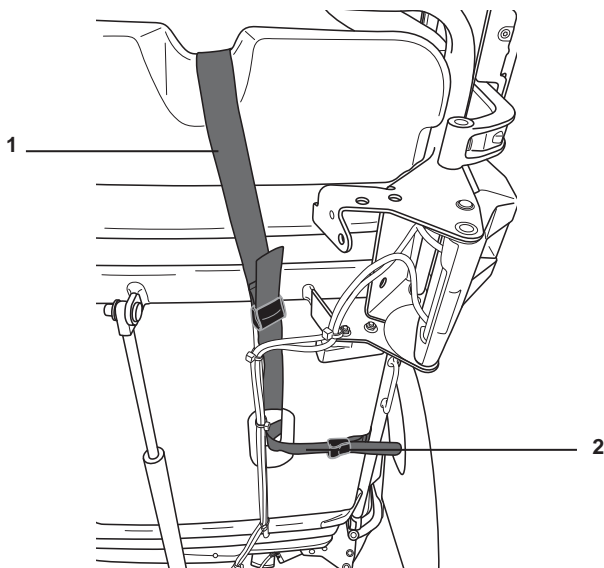

Figura 9: conexión de las correas del colchón a la sección articulada del armazón
7. Introduzca la correa 1 y la correa 2 por la abertura de la sección de la plataforma del respaldo y únalas como se muestra en la figura 9. Fíjelas con sus hebillas para que queden unidas. Pase los dos extremos de las correas alrededor del travesaño del armazón y fíjelas con la hebilla. Repita el procedimiento en el otro lado del colchón.